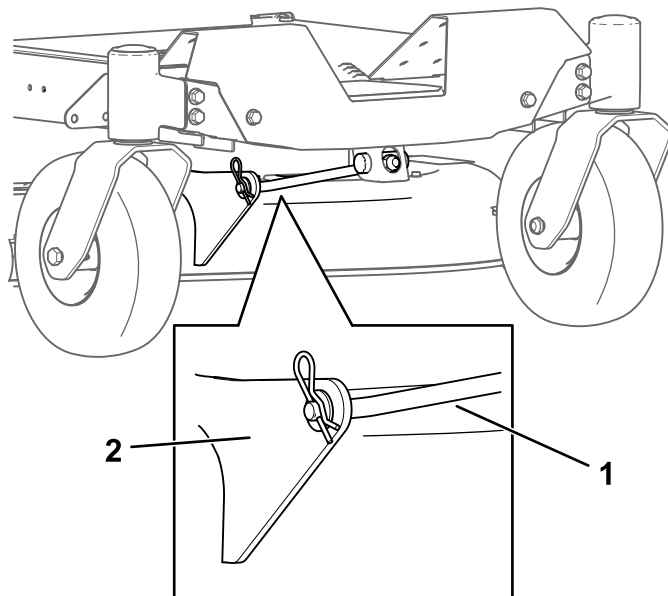

Figure 66
4. Retirez la goupille fendue de la tige de support avant et déposez la tige du support de tablier (Figure 66).
8. Fixez la tige de support avant au tablier de coupe à l'aide de l'axe de chape et de la goupille fendue (Figure 66).